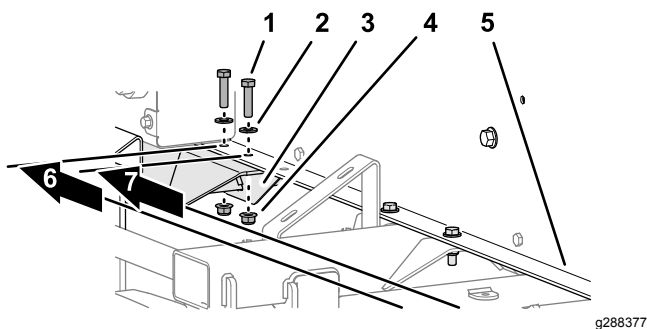

Figure 13
1. Mesurez 146,5 cm et 151,6 cm de la protection de rinçage aux trous du longeron (Figure 13).
2. Fixez le longeron au support fendu de la traverse arrière (Figure 10 et Figure 13) à l'aide de 2 vis (5/16" x 1 1/4"), 2 rondelles (5/16") et un contre-écrou à embase (5/16").